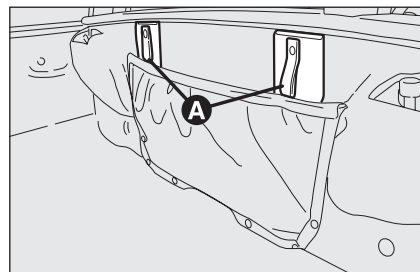
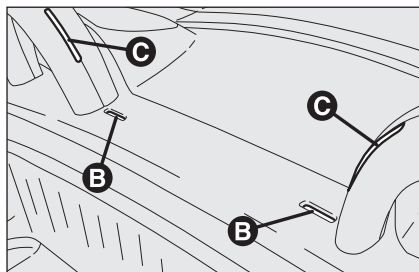

fig. 76
fig. 77
- ☐ Aprire i due sportellini tirando le rispettive linguette **A-fig. 76** e svitare i due pomelli di fissaggio dei tappi. Togliere i tappi e inserire il Wind stopper nelle due feritoie orizzontali **B-fig. 77** e nelle due feritoie laterali **C** realizzate sui roll bar e assicurarsi del corretto posizionamento.